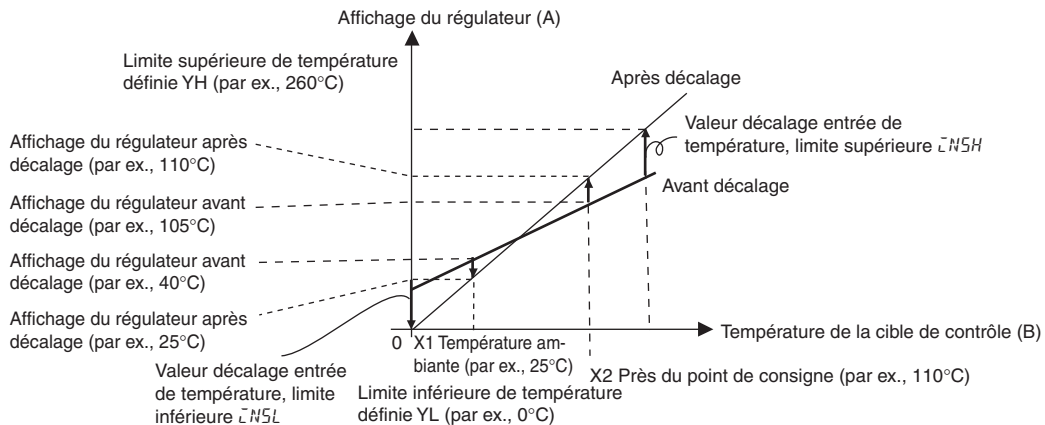

Figure 3 Illustration du décalage en 2 points
1. Décalez l'afficheur du contrôleur en deux points : au niveau de la température de la pièce et au niveau de la valeur à laquelle la température de la cible de contrôle doit être contrôlée. Pour cette raison, contrôlez la température de la cible de contrôle (B) et l'afficheur du contrôleur (A) avec la température de l'objet de contrôle au niveau de la température de la pièce et au niveau du point de consigne.
2. Utilisez ensuite les formules suivantes pour calculer les limites supérieure et inférieure des valeurs de décalage d'entrée de la température en fonction des températures affichées et des températures voulues. Le décalage est illustré à la *Figure 3*.